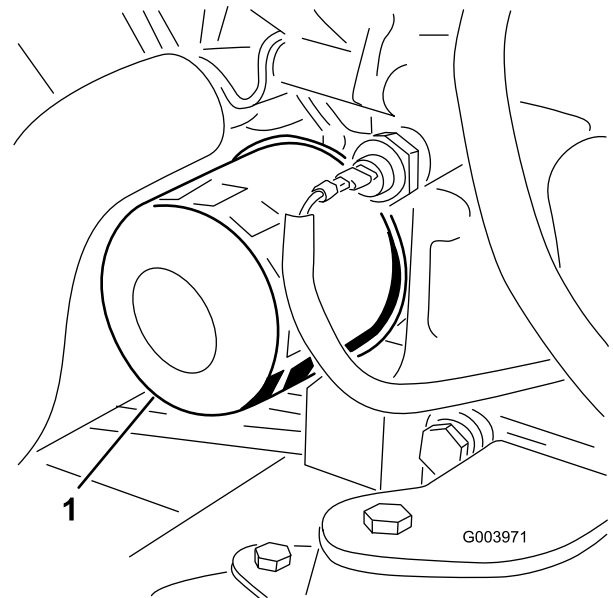

Bild 54
3. Entfernen Sie den Ölfilter (Bild 54).